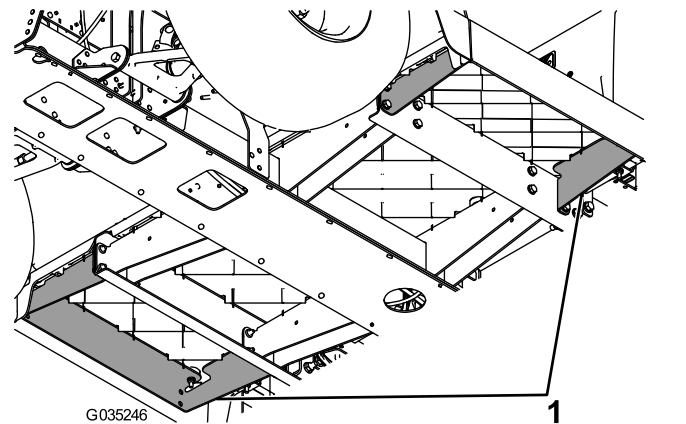

Figura 4
3. Rimuovete uno dei supporti del pianale esistenti (Figura 4).
5. Rimuovete l'altro supporto del pianale esistente (Figura 4).